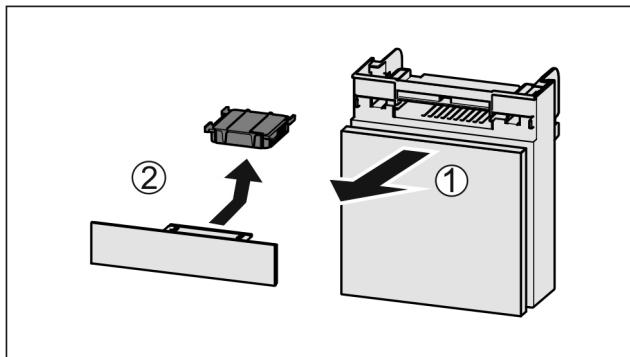

Fig. 56
- Zásuvku vytáhněte dopředu Fig. 56 (1).
- Filtr s aktivním uhlím vyjměte Fig. 56 (2).